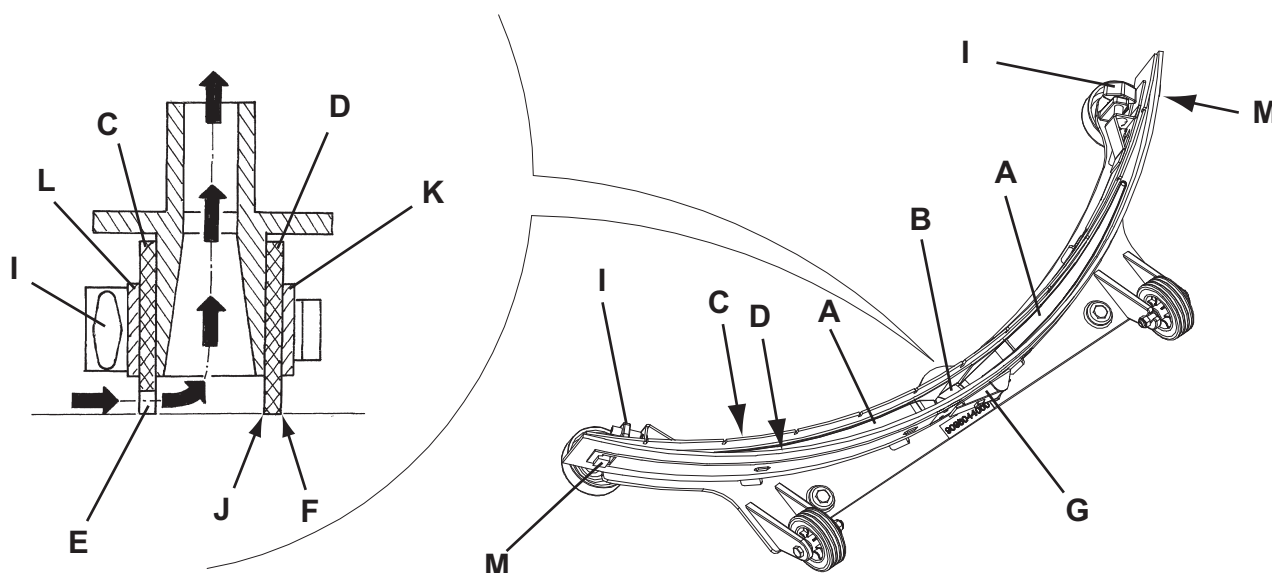

Figure 5
3. Baisser l'embouchure (25) au moyen du levier (10).
4. Desserrer les boutons (26) et déposer l'embouchure (25).
5. Déconnecter le tuyau d'aspiration (15) de l'embouchure.
6. Laver et nettoyer l'embouchure (Fig. 5). Nettoyer en particulier les compartiments de convoyage (A, Fig. 5) et l'orifice d'aspiration (B) de la saleté et des déchets. Contrôler que la lamelle en caoutchouc avant (C) et la lamelle en caoutchouc arrière (D) sont intactes et qu'elles ne présentent pas de coupures ou déchirures ; dans le cas contraire, les remplacer (voir la procédure au paragraphe suivant).
1. Nettoyer l'embouchure (Fig. 5) comme décrit au paragraphe précédent.
2. Contrôler que le bord (E, Fig. 5) de la lamelle en caoutchouc avant (C) et le bord (F) de la lamelle en caoutchouc arrière (D) se posent simultanément sur le marbre de contrôle, et en toute leur longueur ; en cas contraire, régler leur hauteur en procédant selon les instructions suivantes :
- Déposer le tirant (G), décrocher les dispositifs de retenue (M) et régler la lamelle en caoutchouc arrière (D), puis accrocher les dispositifs de retenue et installer le tirant.
- Desserrer les boutons (I) et régler la lamelle en caoutchouc avant (C), puis serrer les boutons.
3. Contrôler que la lamelle en caoutchouc avant (C) et la lamelle en caoutchouc arrière (D) sont intactes et qu'elles ne présentent pas de coupures ou déchirures ; en cas contraire, les remplacer en procédant comme suit. Contrôler que l'arête (J) de la lamelle en caoutchouc arrière n'est pas usée ; en cas contraire, tourner la lamelle en caoutchouc, en remplaçant l'arête usée avec l'une des trois arêtes intactes. Si toutes les arêtes sont usées, remplacer la lamelle en caoutchouc en procédant comme suit :
- Déposer le tirant (G), décrocher les dispositifs de retenue (M) et déposer la bande de retenue (K), puis remplacer / tourner la lamelle en caoutchouc arrière (D).
- Dévisser les boutons (I) et déposer la bande de retenue (L), puis remplacer la lamelle en caoutchouc avant (C).